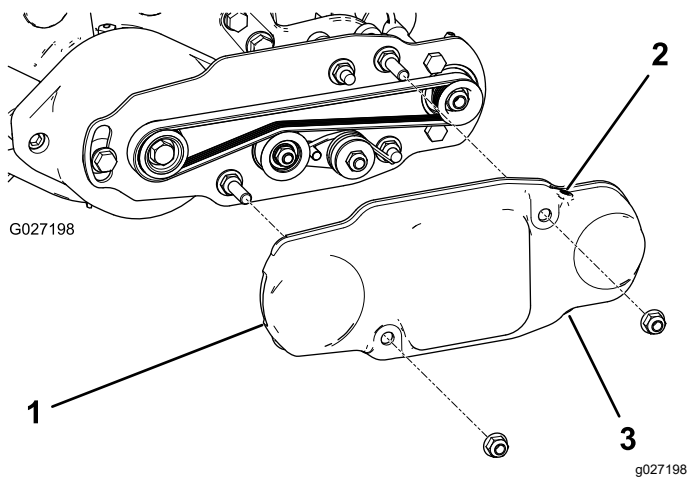

Bild 17
2. Schieben Sie die Riemenabdeckung auf die Befestigungsschrauben und befestigen Sie die Abdeckung mit zwei Bundmuttern (**Bild 17**).